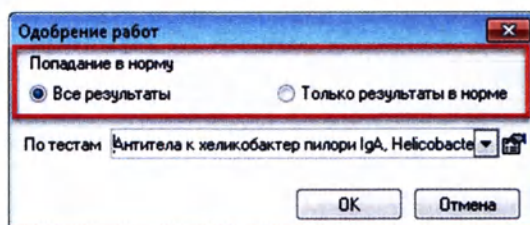

Рисунок 6.41
2. Выберите тип результатов, которые будут одобрены (Рисунок 6.41):